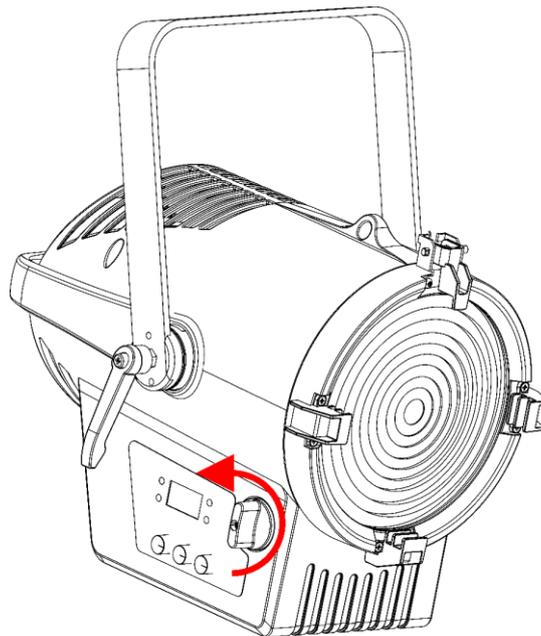

Fig. 09
- 01) Gire el **control del zoom (01)** para establecer el zoom deseado (véase la Fig. 09).